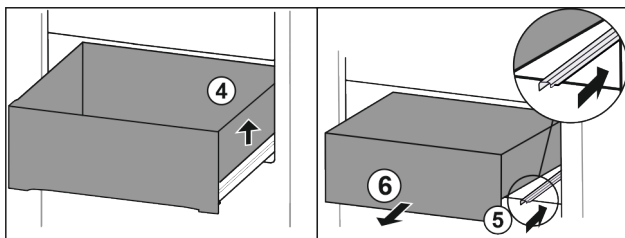

Fig. 185
- ▶ Nadzvedněte zásuvku vpravo. Fig. 185 (4)
- ▶ Zasuňte pravou kolejničku. Fig. 185 (5)
- ▶ Vyjměte zásuvku dopředu. Fig. 185 (6)